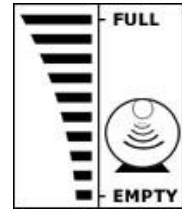

Fig. 12
- 6) Le récepteur montre toutes les barres devant Full, bien que la citerne ne soit pas pleine (fig 12).